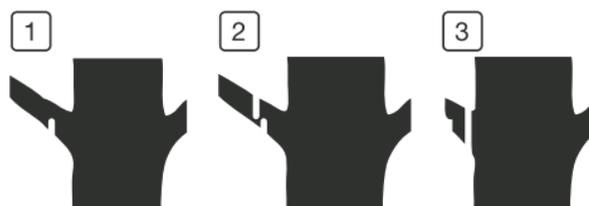

Рис.9
9. Обрезку веток диаметром более 10 см. следует делать в три приема (Рис.9).
1. Подрежьте ветку на  $\frac{1}{4}$  ее диаметра, снизу возле ствола (1) Рис.9.
2. Отпилите ветку сверху, немного отступив от ствола (2) Рис.9
3. Отпилите оставшуюся ступеньку (3) Рис.9